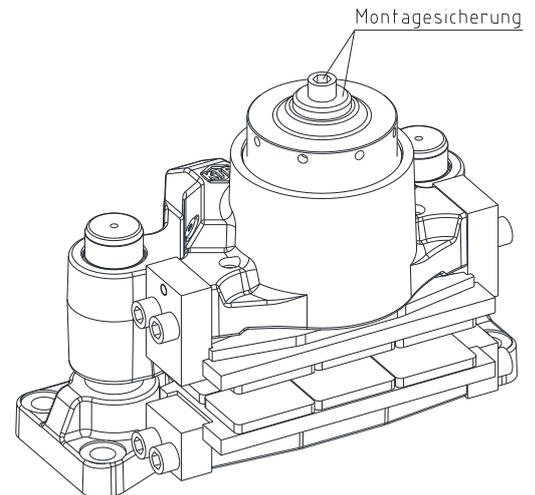

Bild 18: Montagesicherung
- Entfernen Sie die Schraube mit Scheibe (Montagesicherung, siehe Bild 18) aus dem Zentrierbolzen (Bauteil 1.8).
- Schrauben Sie die Schraube mit Scheibe (Montagesicherung, siehe Bild 18) in den Zentrierbolzen (Bauteil 1.8) ein.
- Schrauben Sie die Schraube mit Scheibe (Montagesicherung, siehe Bild 18) handfest in die Einstellmutter (Bauteil 1.7) ein.
- Schrauben Sie die Schraube mit Scheibe (Montagesicherung, siehe Bild 18) handfest in den Zentrierbolzen (Bauteil 1.8) ein.